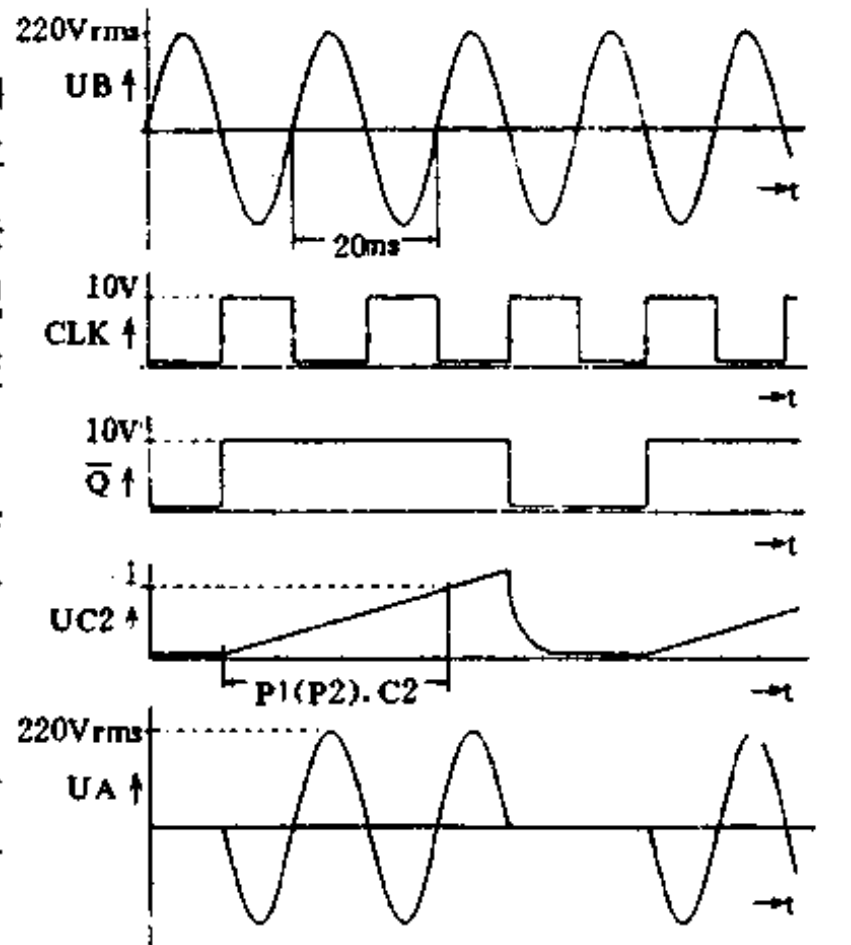
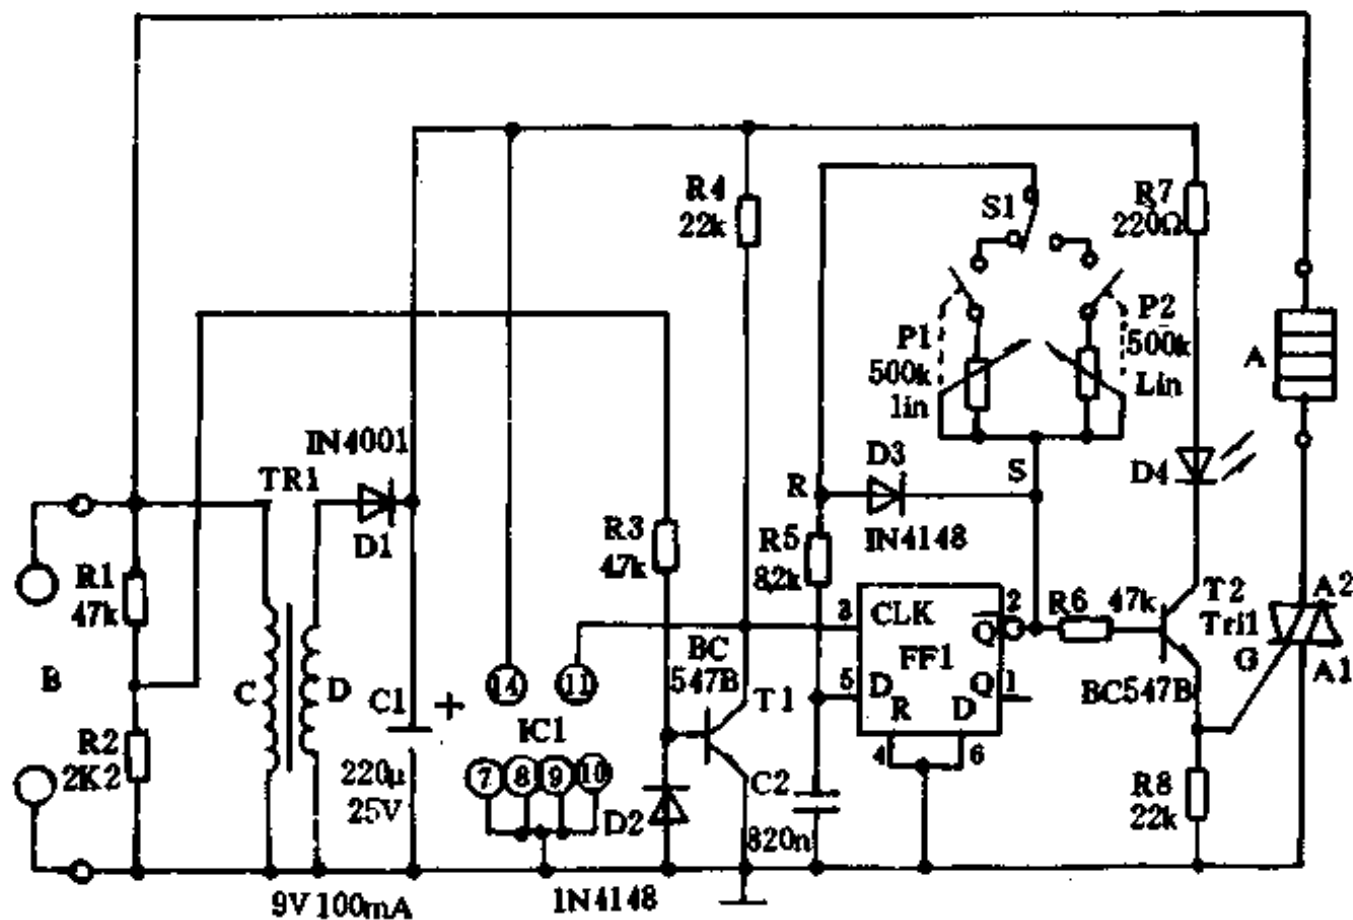

图 1-17
图 1-18
脉冲控制电路中,烙铁接通电源其受热时间只有 50~90%。控制脉冲的时间波形 ( $\bar{Q}$ ) 见图 1-17,在  $\bar{Q}$  为高电平时,220V 50Hz 市电加在烙铁上, $\bar{Q}$  变为低电平期间,市电停止对电烙铁加热, $\bar{Q}$  的低电平持续时间与电容 C2 有关。电烙铁总是处于部分时间加热的状态。
1. 电路原理:图 1-18 是完整的电路图,并不复杂,下面借助于图 1-17 的波形图予以介绍。市电由 B 端接入,通过 Tr1 给电烙铁供电。控制电路的工作电压约 11V,Tr1 是一个小变压器,D1/C1 是整流滤波电路。
时钟脉冲的产生;R1、R2 构成分压器分出一个 10V 电压经限流电阻 R3 供给三极管 T1 的基极。在这个电压的正半周 T1 导通,双稳电路 FF1 的 CLK 输入端为低电平而失效;在这个电压的负半周,D2 导通 T1 截止,CLK 输入端变为高电平,时钟信号变化的周期为 50Hz。在时钟的上升沿双稳电路的 Q1 被置为 0 逻辑。这时电容 C2 经 R5 和 D3 放电;D 输入端的电平为 0 时,C2 由 R5 和 P1 或 P2 充电。在波形图(图 1-17)中,下一个 CLK 输入上升沿未到之前充电就已经完成了。在 CLK 的上升沿时期,双稳态电路又被复位, $\bar{Q}$  变为 0 电平,一切重新开始。